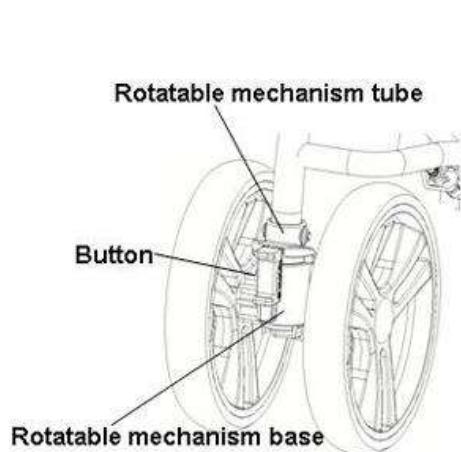

Figure 4
1. Lorsque le bouton directionnel est levé vers le haut et fixé dans le tube fixe, les roues avant sont verrouillées, comme illustré dans la Figure 4.